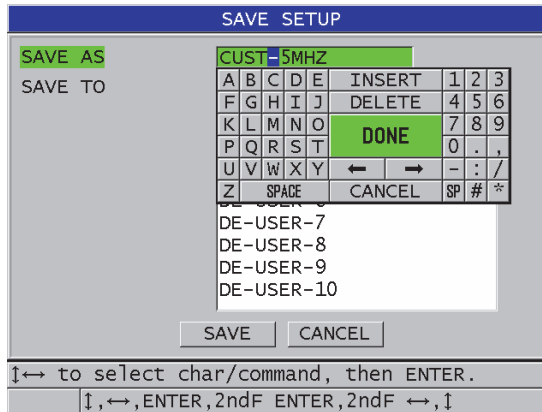

Figura 12-6 Pantalla GUARDAR CONFIGURACIÓN (SAVE SETUP)
- b) En la pantalla **GUARDAR CONFIGURACIÓN (SAVE SETUP)**, introduzca el nombre del archivo de configuración personalizada (ver Figura 12-6 en la página 255).